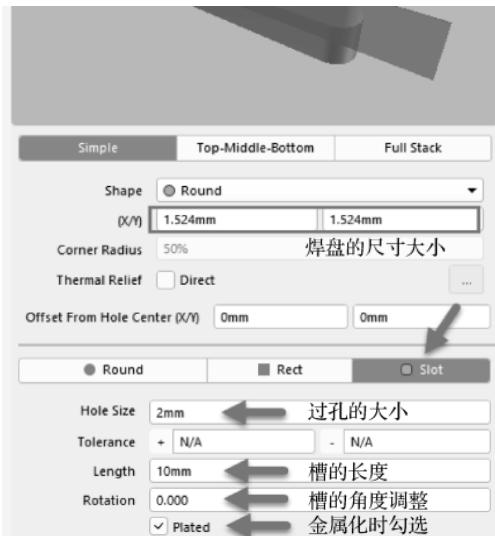
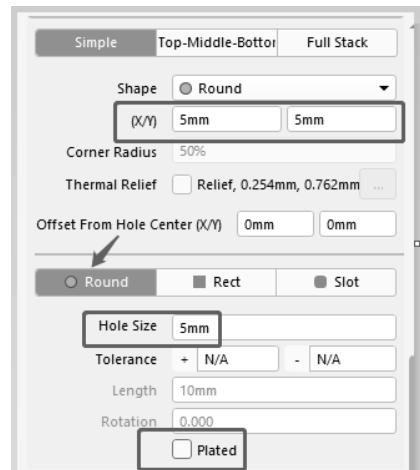

图 12-27 钻孔属性设置
图 12-28 圆形挖槽数据信息填写
(1) 执行菜单命令“放置-焊盘”，激活放置焊盘命令，在放置状态下按“Tab”键，如图 12-27 所示设置钻孔属性，放置一个宽 2mm、长 10mm 的挖槽。
- ① Slot-Hole Size: 过孔的大小, 设置为“2mm”。
- ② Slot-Length: 槽的长度, 设置为“10mm”。
- ③ Slot-Rotation: 槽的角度调整, 可根据实际情况填写。
- ④ Slot-Plated: 金属化的时候进行勾选, 非金属化的时候取消勾选。
- ⑤ Simple-(X/Y): 焊盘的尺寸大小。
- (2) 放置一个 $5\text{mm} \times 5\text{mm}$ 的圆形挖槽, 数据信息填写如图 12-28 所示。